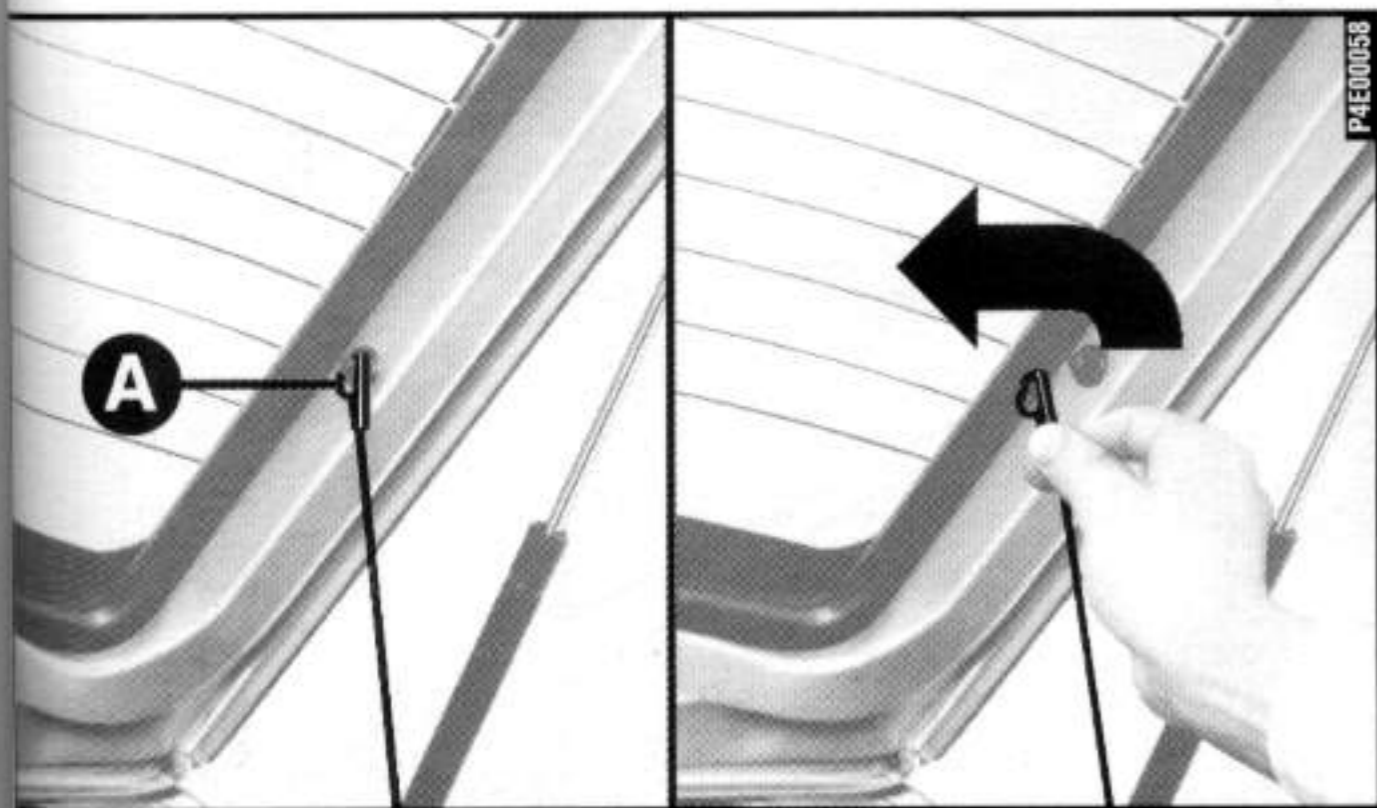

fig. 70
1) soltar as extremidades superiores **A-fig. 70** dos dois tirantes, desenfiando as argolas dos pinos.